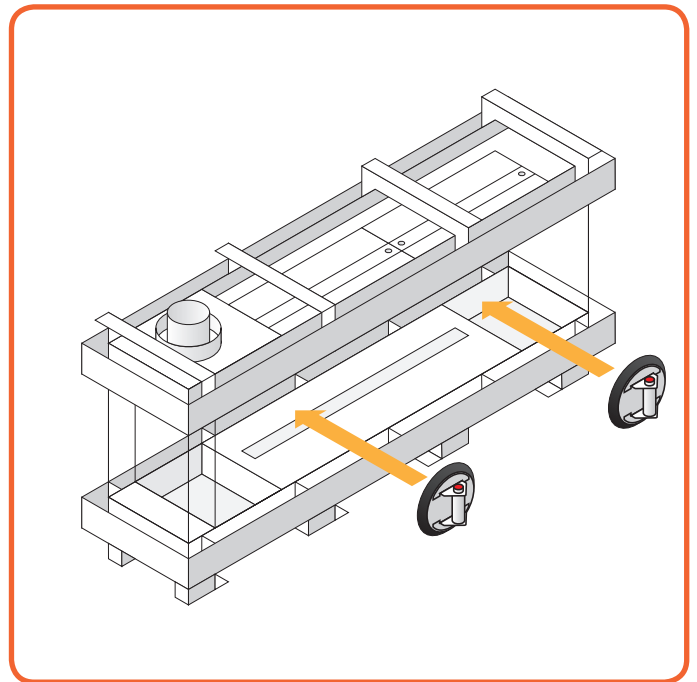

Figure 10.17 - Mettre les ventouses
- Placez les ventouses sur la vitre et assurez-vous qu'elle aspire suffisamment bien pour éviter que la fenêtre ne glisse (**Fig. 10.17**).